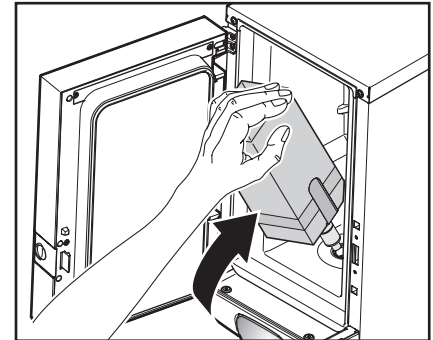

Fig. 20
7. Insérez le pack de produit (fig. 20).